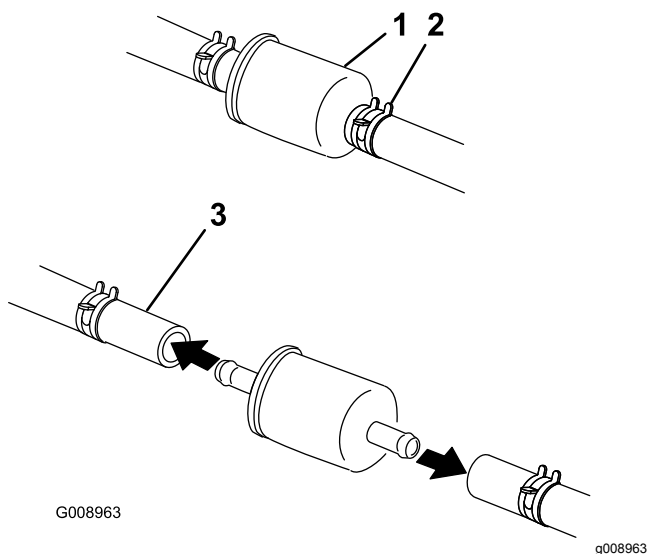

Figure 71
5. Remplacez le filtre à carburant (Figure 71).